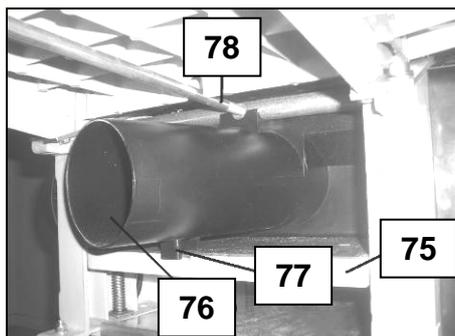

Fig 53
- Abaissez la table de rabotage (75) à peu près au 2/3 de sa capacité à l'aide de la manivelle.
- Placez le collecteur de copeaux (76) sur la table de rabotage, la butée (77) contre le rebord de la table (Fig 53 & 54).
- Relevez la table à l'aide de la manivelle en veillant à ce que la tige de réglage de la table d'entrée (78) se positionne bien dans le logement du collecteur, et à ce que le collecteur actionne le contacteur de sécurité (Fig 53).